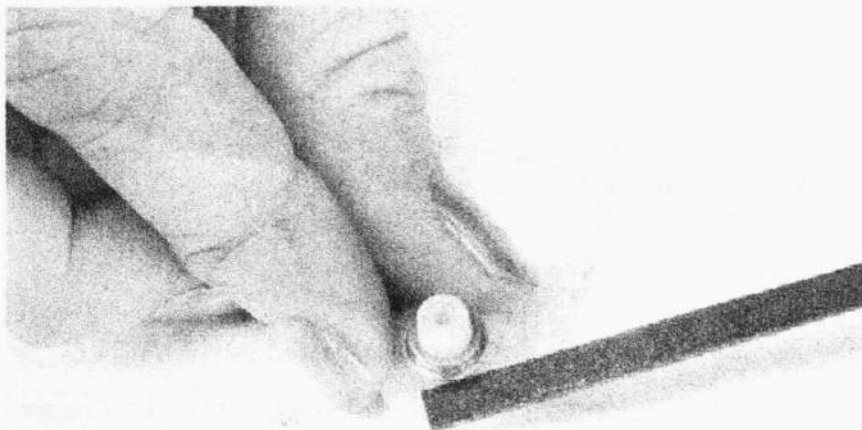

Рис. 15.16. Зачистите надфилем место отреза стопора
9. Аккуратно зачистите надфилем остатки стопорного шва. Как именно удалить необрезанную пластмассу, решайте сами — это не так уж важно, главное — результат. Проще всего, конечно, это сделать при помощи небольшого плоского надфиля (рис. 15.16).